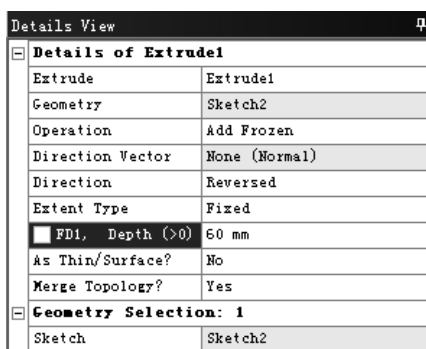

图 3.11.7 “Details View”对话框
(2) 在工具条中单击  Extrude 按钮，弹出图 3.11.7 所示的“Details View”对话框，使用草图 2 作为截面，在 Operation 下拉列表中选择 Add Frozen 选项，在 Direction 下拉列表中选择 Reversed 选项，在 ☐ FD1, Depth (>0) 文本框中输入数值 60，其他采用系统默认设置值。单击工具条中的  Generate 按钮，完成拉伸特征 1 的创建。